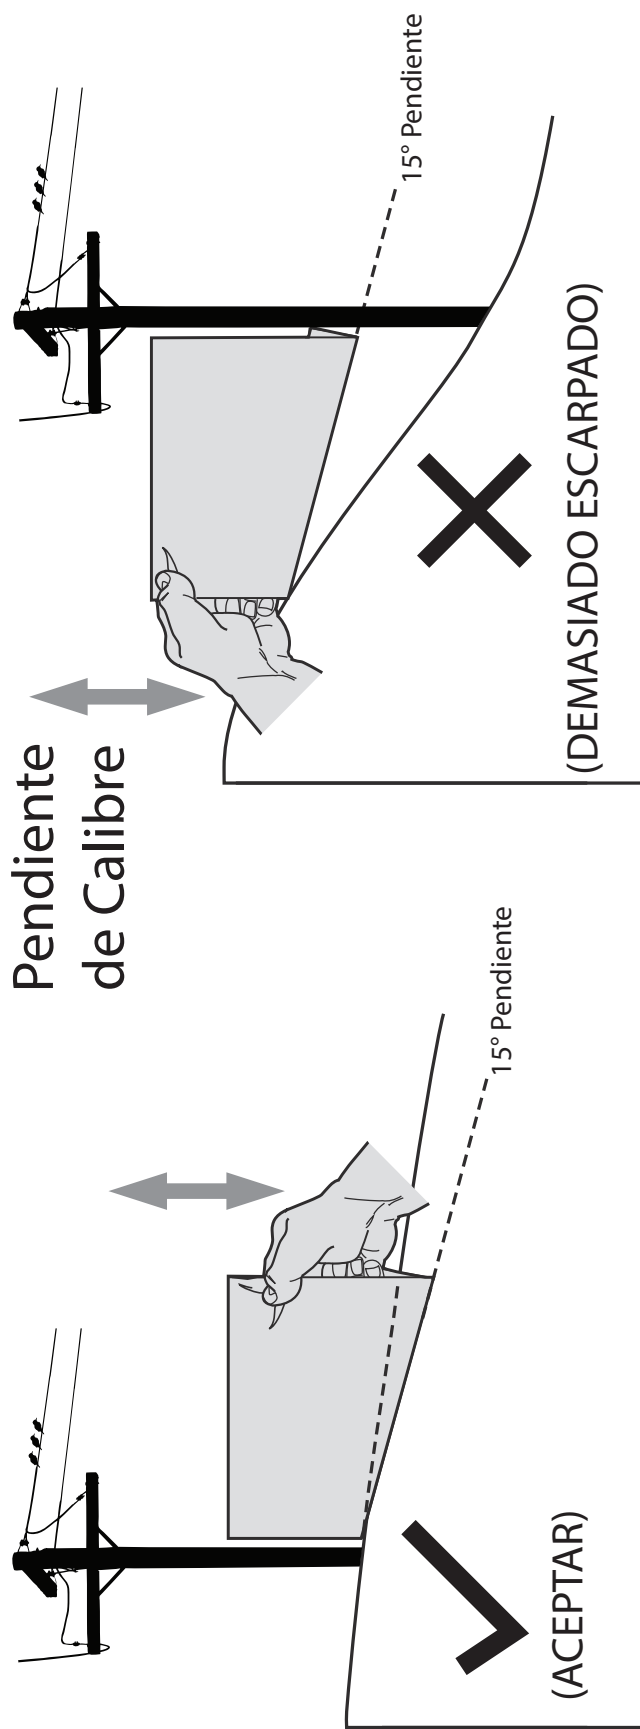

Figura 1
3. Alinee cada lado del medidor de pendiente con el objeto vertical (consultar Figura 1 y Figura 2).
4. Ajuste el medidor de pendientes arriba o hacia abajo hasta que toque la esquina izquierda de la pendiente (consultar Figura 1 y Figura 2).